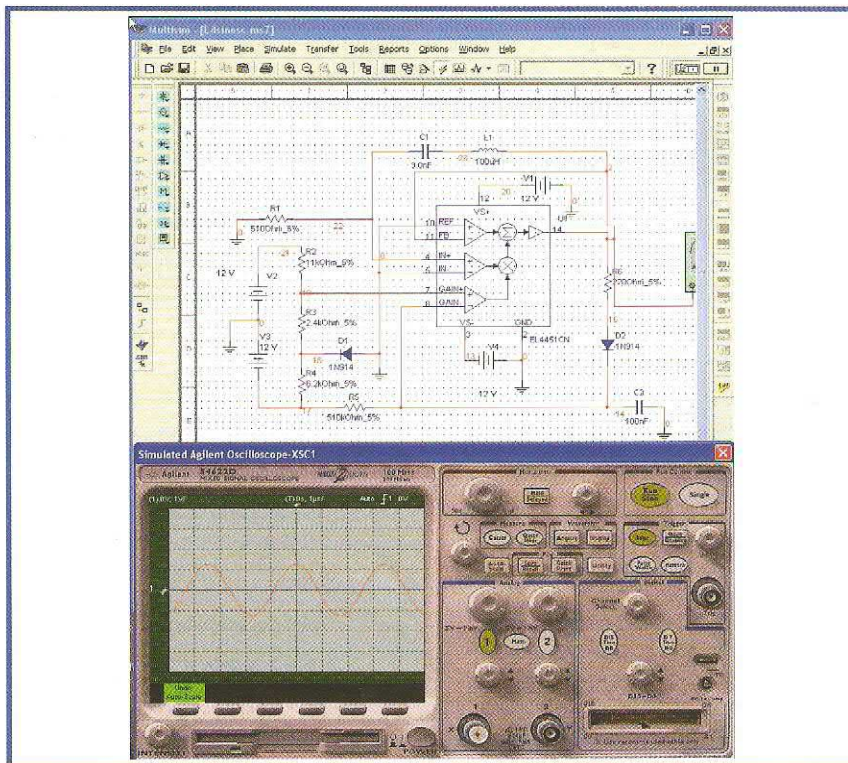

Figura 4. Los osciloscopios (virtuales) incluidos en el programa de simulación que presentamos, son tan buenos como sus equivalentes de la vida real.
- En primer lugar el programa Electronics Workbench, también conocido bajo el nombre de Multisim, que es un producto de altas prestaciones pensado para un uso tanto profesional como educativo y que dispone de una gran cantidad de instrumentos virtuales en los que podremos ver las señales, tal y como las veremos en el mundo real (ver Figura 4). Sus simu-